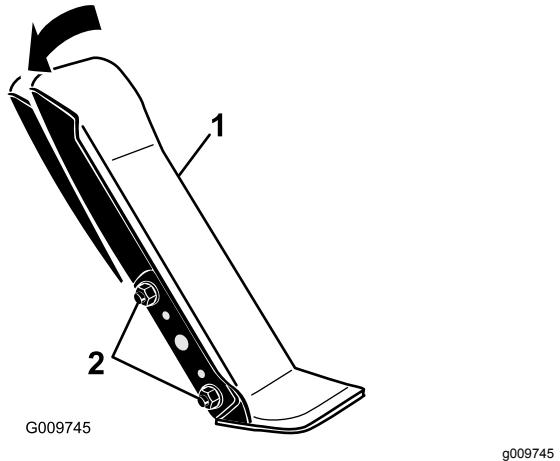

Figura 114
1. Afloje las dos tuercas y pernos que fijan el lado izquierdo del pedal de tracción al soporte (Figura 114).
2. Ajuste el pedal al ángulo deseado y apriete las tuercas (Figura 114).